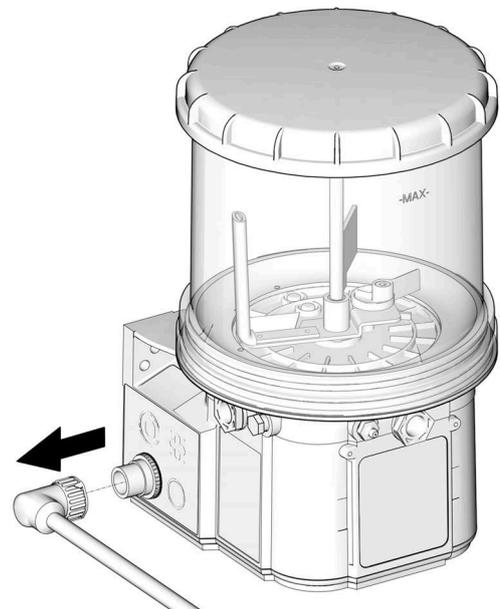

ABB. 25
**HINWEIS:** Wenn keine Batterietrennung möglich ist, entfernen Sie das Netzkabel (ABB. 25).